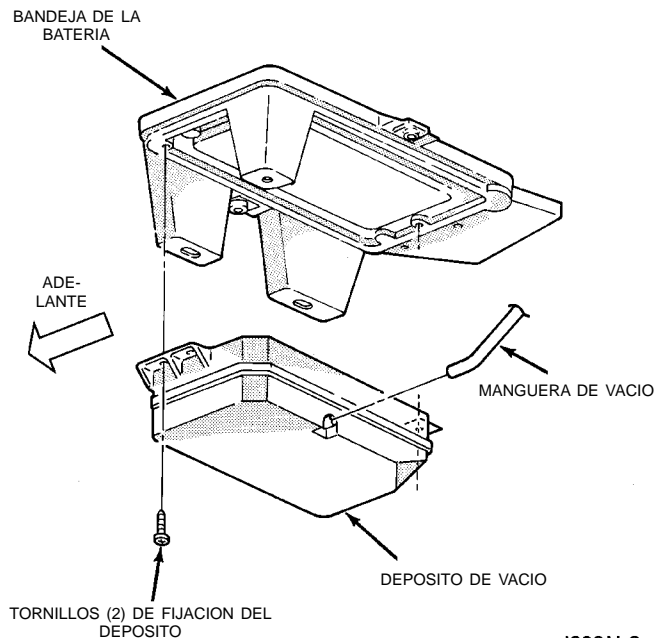

Fig. 39 Desmontaje/instalación del depósito de vacío
(1) Retire la batería de su bandeja. Para informarse sobre los procedimientos, consulte el Grupo 8A, Batería.
(2) Retire los cinco tornillos que fijan la bandeja de la batería al vehículo.
(3) Tire de la bandeja de la batería hacia arriba separándola lo suficiente como para desconectar del depósito el conector del mazo de vacío (Fig. 39).
(4) Retire del vehículo la bandeja de la batería y el depósito de vacío, como una unidad.
(5) Retire los dos tornillos que fijan el depósito de vacío a la bandeja de la batería.
(6) Retire de la bandeja de la batería el depósito de vacío.
(7) Para instalar, invierta los procedimientos de desmontaje.